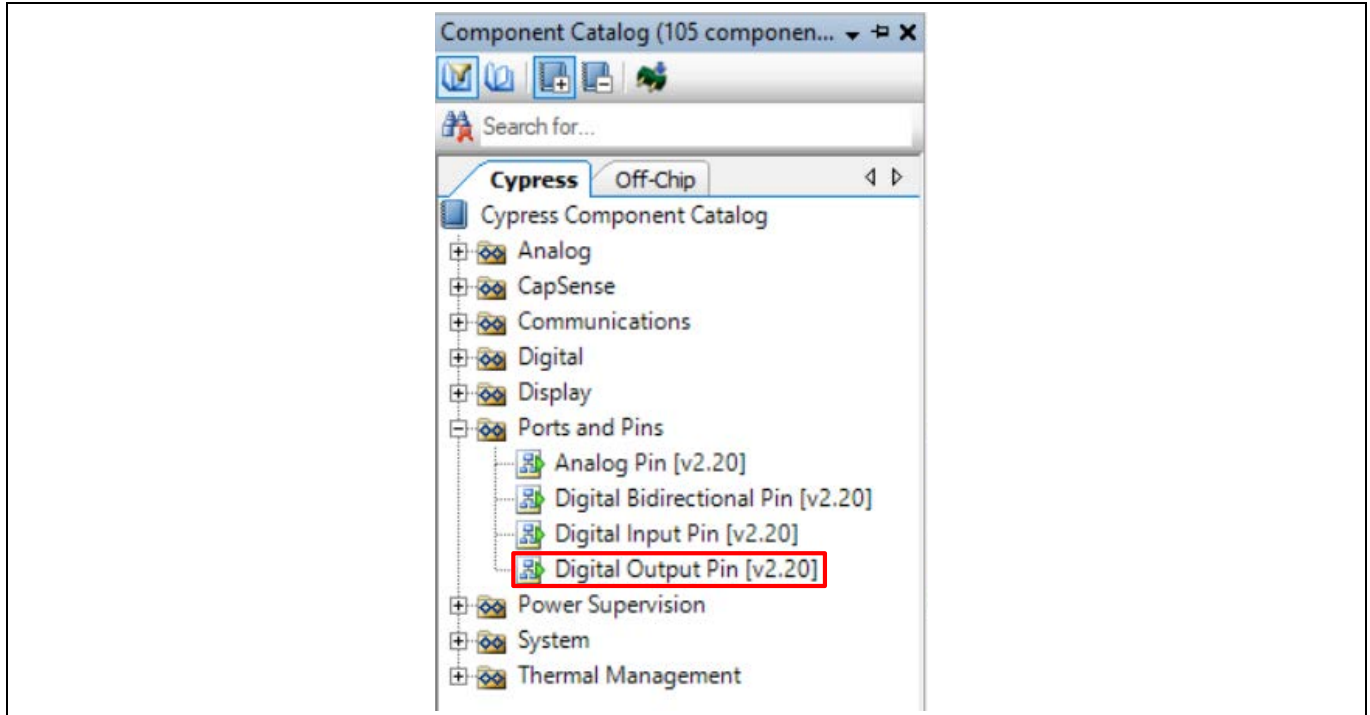
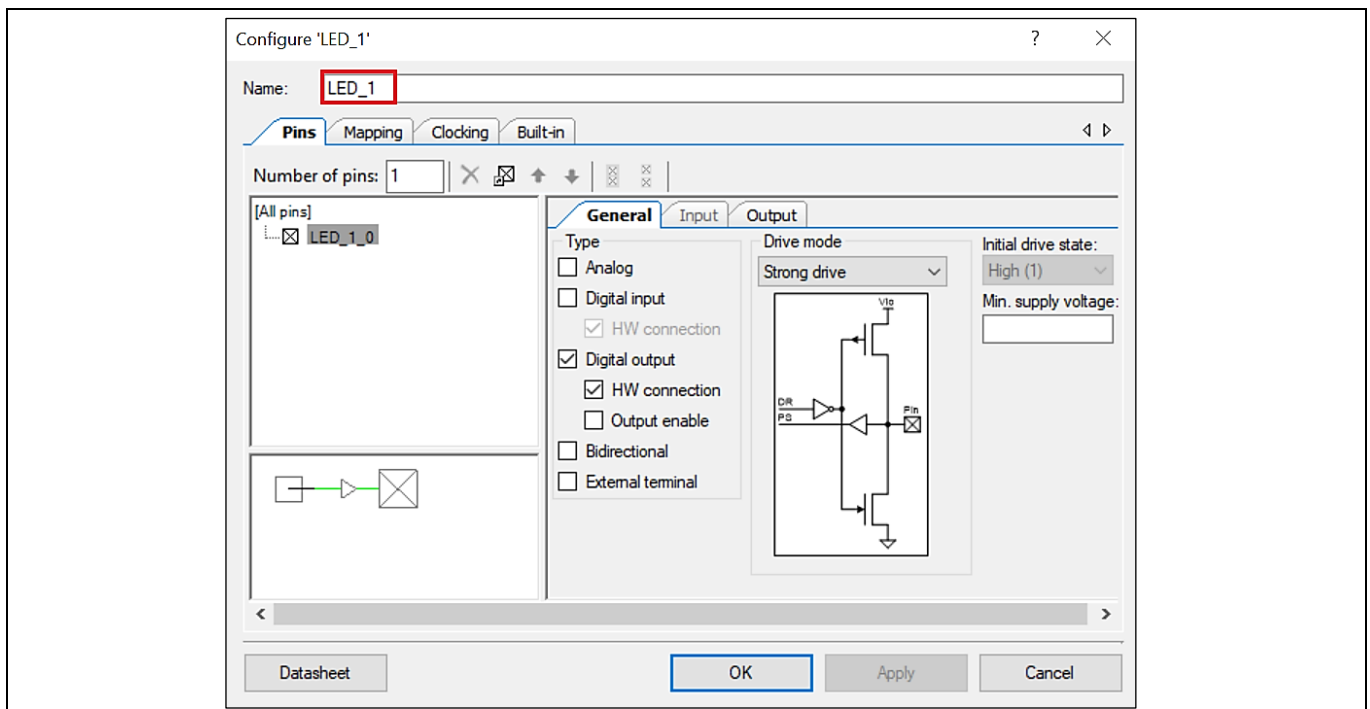

Figure 42 デジタル出力ピン コンポーネントの場所
Figure 43 ピン コンポーネントの再名付け
9. **Digital Output Pin** コンポーネントをドラッグアンドドロップしてください。Figure 42 と Figure 43 に示すように、その名前を LED_1 に変更してください。他のデジタル出力ピン コンポーネントを追加して、LED_2 と名付けてください。